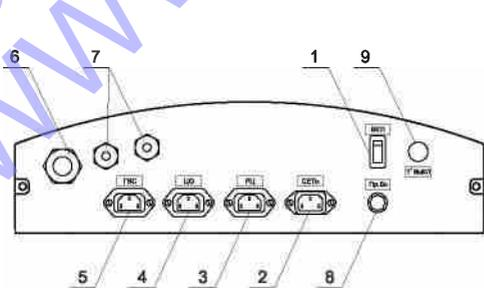

Рис.5 Расположение органов управления на задней панели пульта
5.6. На задней части пульта управления расположен выключатель питания котла (поз.1) Рис.5, аварийный термовыключатель (9), разъемы для присоединения циркуляционных насосов (поз.3;4;5), разъем для подключения сетевого шнура (поз. 2), колодка предохранителя 8А (8), сальник для ввода кабеля от пеллетной горелки (поз. 6) и сальники (поз.7) для ввода проводов от датчиков температуры, приводов термосмесительных клапанов, внешнего термостата и кабеля антенны модуля GSM.
Включение котла производится выключателем (поз.1) Рис.5, расположенным на задней стенке пульта управления. При правильном подключении сети электропитания к пульту управления индикаторная лампа выключателя питания (поз.1) должна гореть.